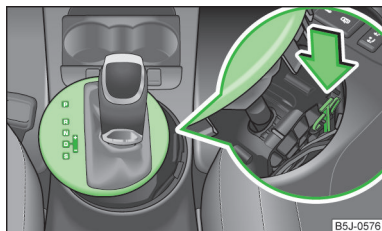

Fig. 91
- Presione con un dedo la pieza de plástico amarilla en la dirección de la flecha » fig. 91.